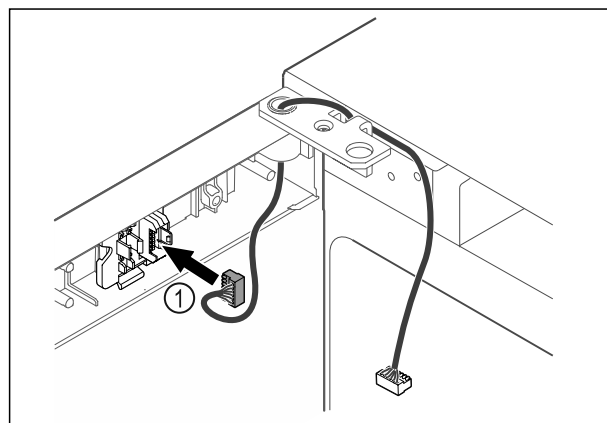

Fig. 44
- ▶ Insérer le connecteur Fig. 44 (1) dans le support.